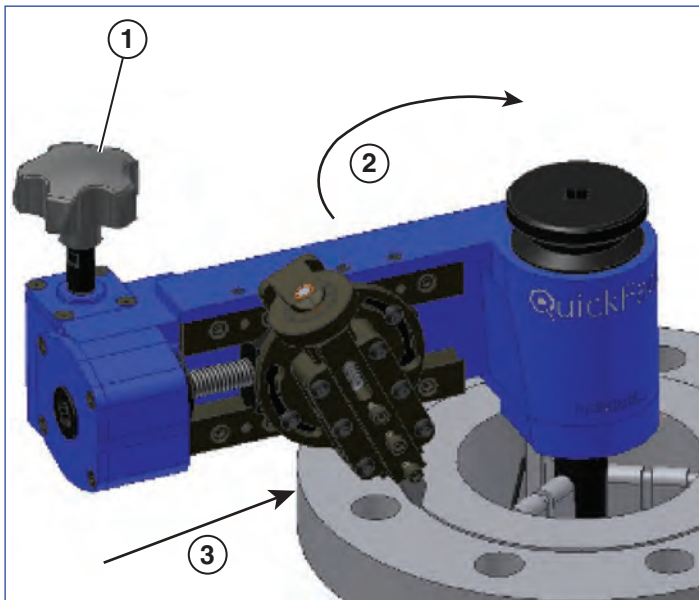

Figura 14
7. Agarre firmemente o botão de alimentação na palma de sua mão. Com um aperto firme, tire, no sentido horário, o "QuickFace" da peça de trabalho (ver Figura 14). Certifique-se de que não há roupas folgadas ou outros obstáculos no trajeto do corte ou dentro dos parâmetros de operação do "QuickFace". Caso o corte necessite de mais torques do que o desejado, retire a ferramenta de corte com o botão de ajuste de profundidade. **CASO A MÁQUINA NÃO POSSA SER MOVIMENTADA CONFORTAVELMENTE AO REDOR DA PEÇA DE TRABALHO, PARE A OPERAÇÃO E REAJUSTE A PROFUNDIDADE DE CORTE.**